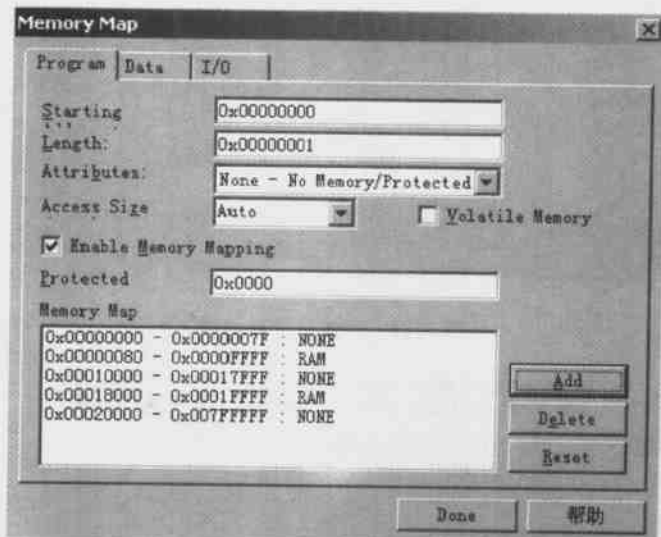

图 3.25 Memory Map 对话框
(3) Memory Map 定义存储器映射。存储器映射指明了 CCS 调试器能访问的哪段寄存器,不能访问的哪段寄存器。通常情况下,存储器映射与命令文件(*.cmd)定义的相一致。第一次运行 CCS 的时候,存储器映射是禁用的状态(没选中 Enable Memory Mapping),也就是说,CCS 调试器可以存取 DSP 目标板上所有的可寻址的 RAM 存储器。当使能存储器映射后,CCS 调试器将根据存储器映射的设置,检查其可以访问的存储器。如果要存取的是未定义或保护区的数据,则调试器将显示默认值而不是存取 DSP 目标系统的数据。
① 添加存储器映射设置。单击 Memory Map 命令,将弹出 Memory Map 对话框,如图 3.25 所示。